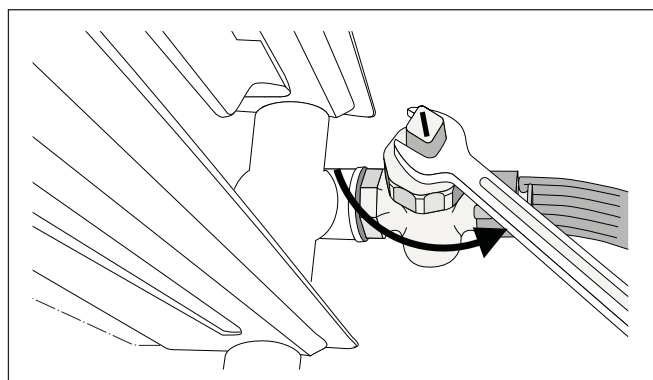

Fig. 24 Svuotamento dell'impianto di riscaldamento
- Lasciare fuoriuscire l'acqua di riscaldamento dal punto più basso dell'impianto con l'ausilio del rubinetto di carico e scarico o da un ulteriore scarico nell'impianto (fig. 24).